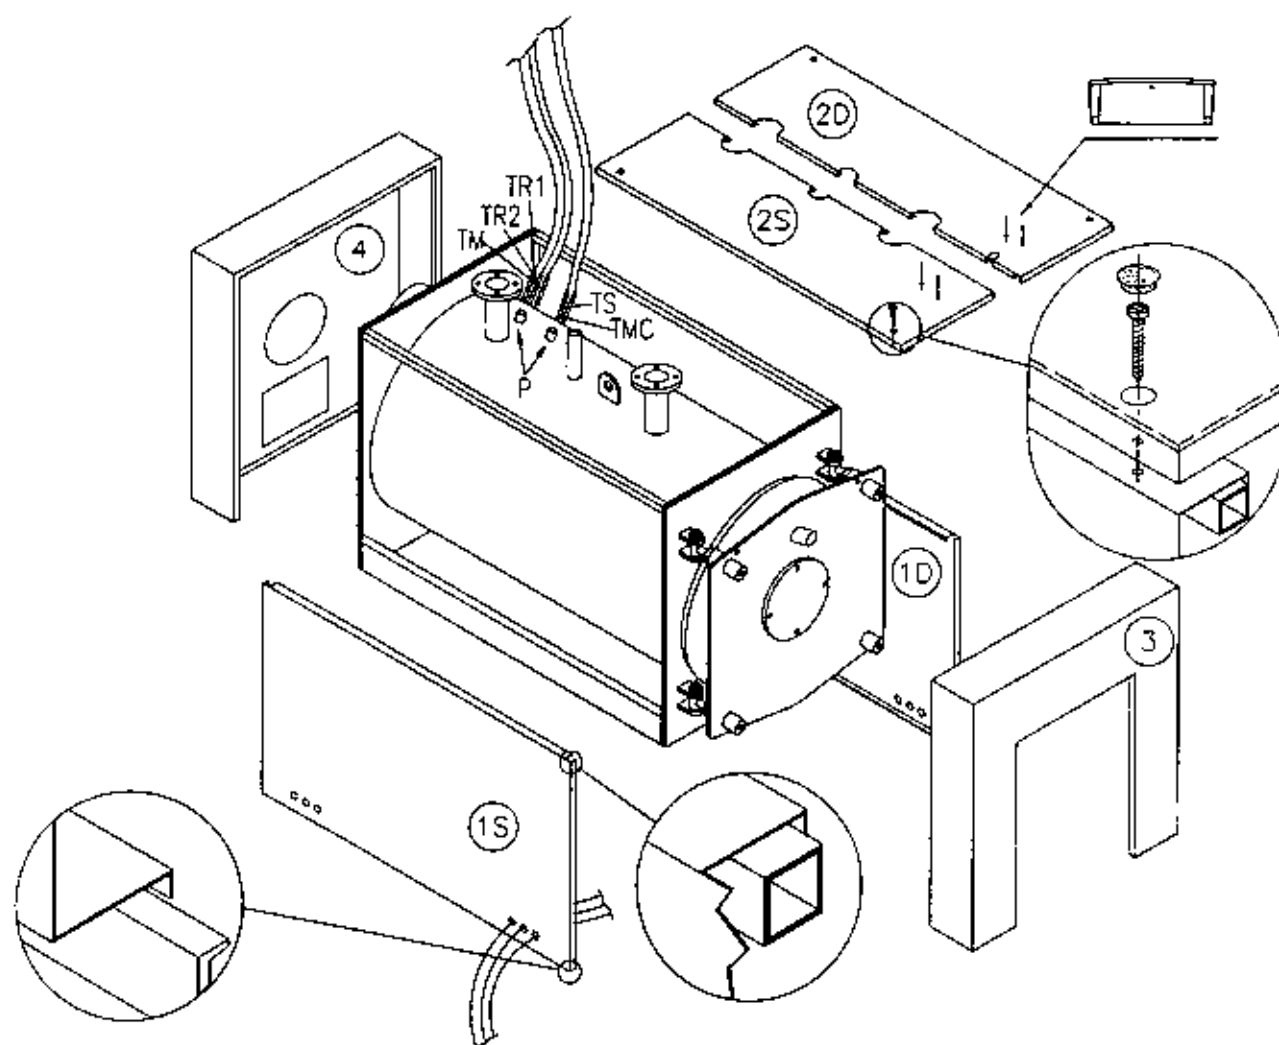

Fig. 8
4.2 RIVESTIMENTI CALDAIA RED/KAPPA 80÷350 (Fig. 8)
- Avvolgere la lana di vetro sul corpo caldaia lasciando in vista i pozzetti porta bulbi (P) situati sul lato destro.